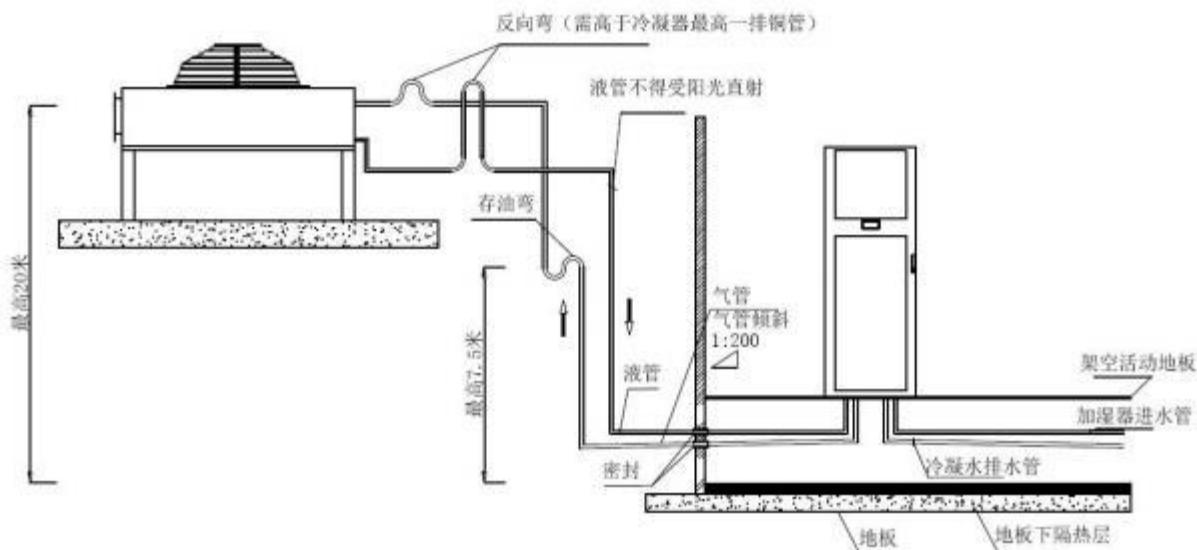
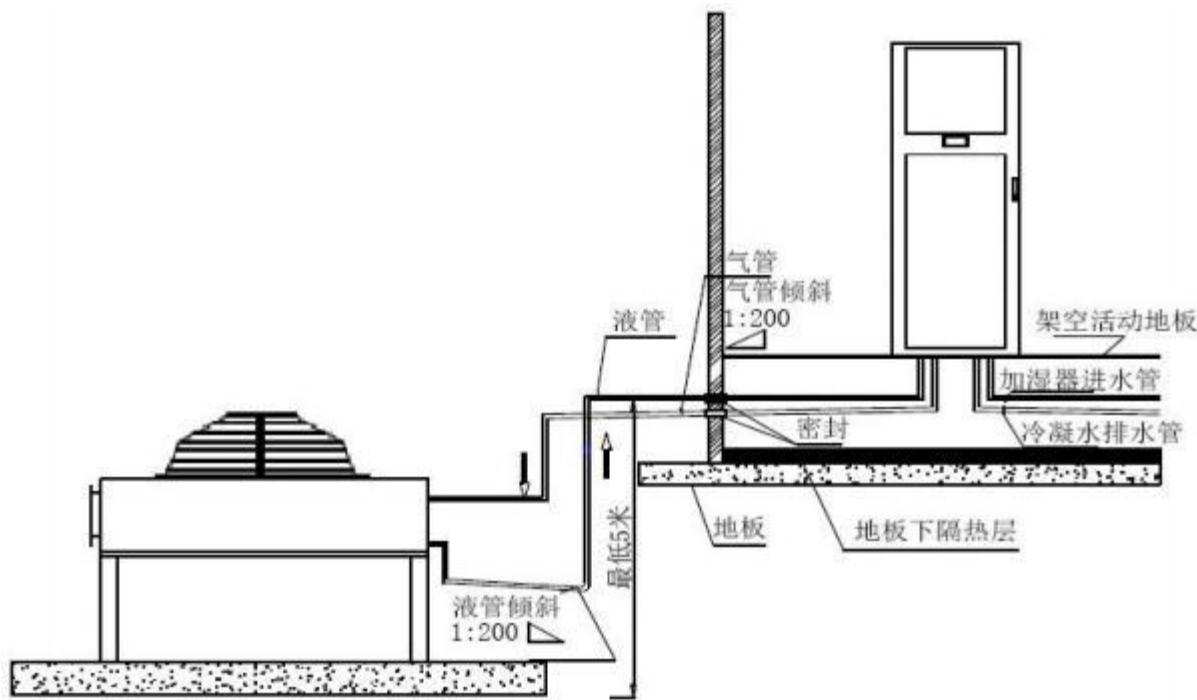

图 2.3.2 冷凝器高于压缩机的安装示意图
图 2.3.3 压缩机高于冷凝器的安装示意图
风冷机组安装方式见图 2.3.2 和图 2.3.3。
1. 冷凝器高于压缩机时（见图 2.3.2），注意在冷凝器的进气管和出液管上加装 反向弯，避免停机时液态制冷剂的回流；